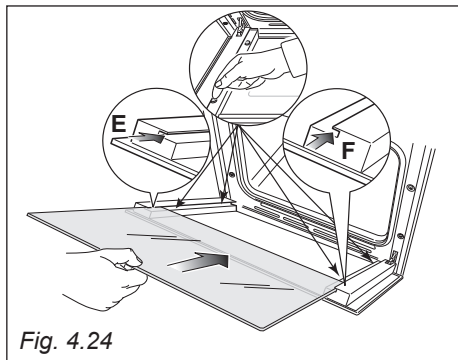
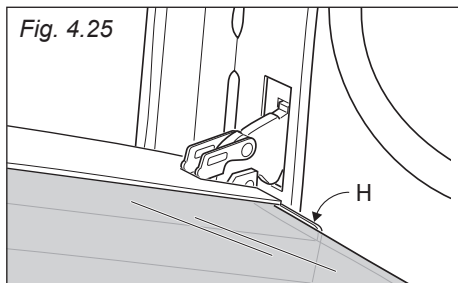

Fig. 4.24
Fig. 4.25
**IMPORTANTE:** È consigliabile, durante l'inserimento del vetro, tenere premuti in posizione i 4 distanziatori "D", mediante un dito, al fine di evitare la rottura o lo sfilamento dei distanziatori stessi (fig. 4.24).
- Inserire il vetro nelle guide "E" ed "F" (fig. 4.24) e farlo scorrere dolcemente fino ai fermi "H" (fig. 4.25).